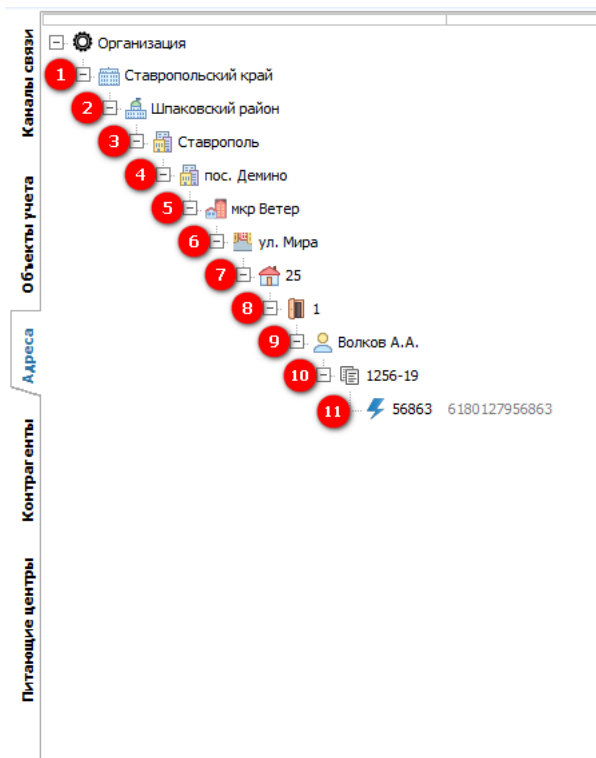

Рисунок 346 – Дерево Адреса
«Субъект» (1) (см. рисунок 346), «Административный район» (2), «Город» (3), «Населенный пункт» (4), «Элемент планировочной структуры» (5), «Элемент улично-дорожной сети» (6), «Здание» (7), «Помещение» (8), «Абонент (физическое или юридическое лицо)» (9), «Договор/Лицевой счет» (10), «Устройство» (11).